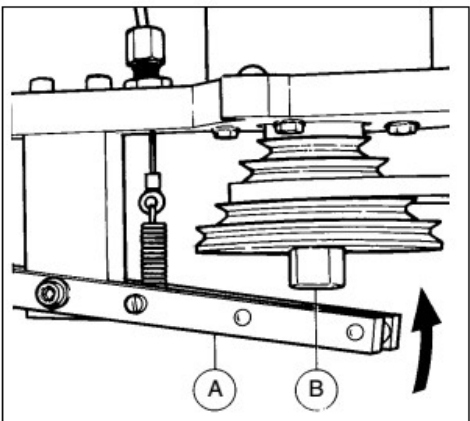
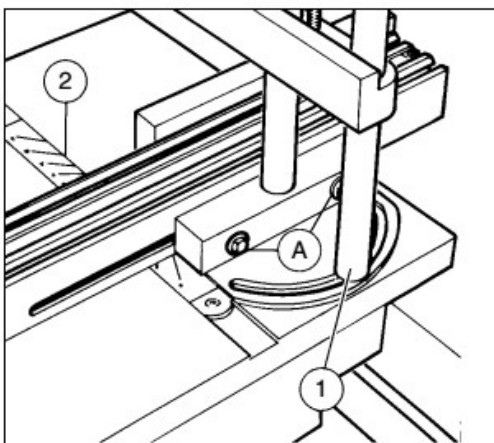

Abb. 17
Abb. 21
- Dann muss der Griff in den Stop-Groove auf dem Rahmen nach unten geschoben (B).
- Drehen der Spindel manuell, um bringen die Spindel in Sperren Stellung (Bild 17.A-B).
Freigabe der Klemme (Bild 17,4). Das Lineal kann verschoben werden, durch Lösen der Schraube (Abb. 17.2). Um den Kreuzschliff-Zaun, vorwärts oder rückwärts zu bewegen im Vergleich zu der Spindel, beide Schrauben (Abb. 21.A) haben Sie gelöst zu werden.